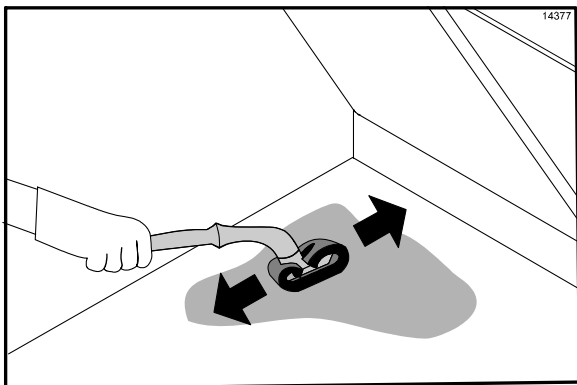

Abbildung 107
39. Mit dem Grillschwammhalter die Flächen der unteren Grillplatte behutsam abreiben, bis sich aller Schmutz in der Reinigungsflüssigkeit aufgelöst hat. Bei hartnäckigen Verschmutzungen etwas zusätzliche Grillreinigungsflüssigkeit auftragen und leicht reiben. (Siehe Abbildung 107.)